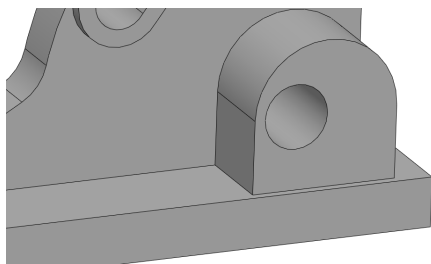

图 14-51 创建孔对象
(8) 再次弹出【孔】属性管理器, 选择【完全贯穿】选项, 设置【孔直径】为 22, 单击【确定】按钮, 创建孔对象, 如图 14-51 所示。